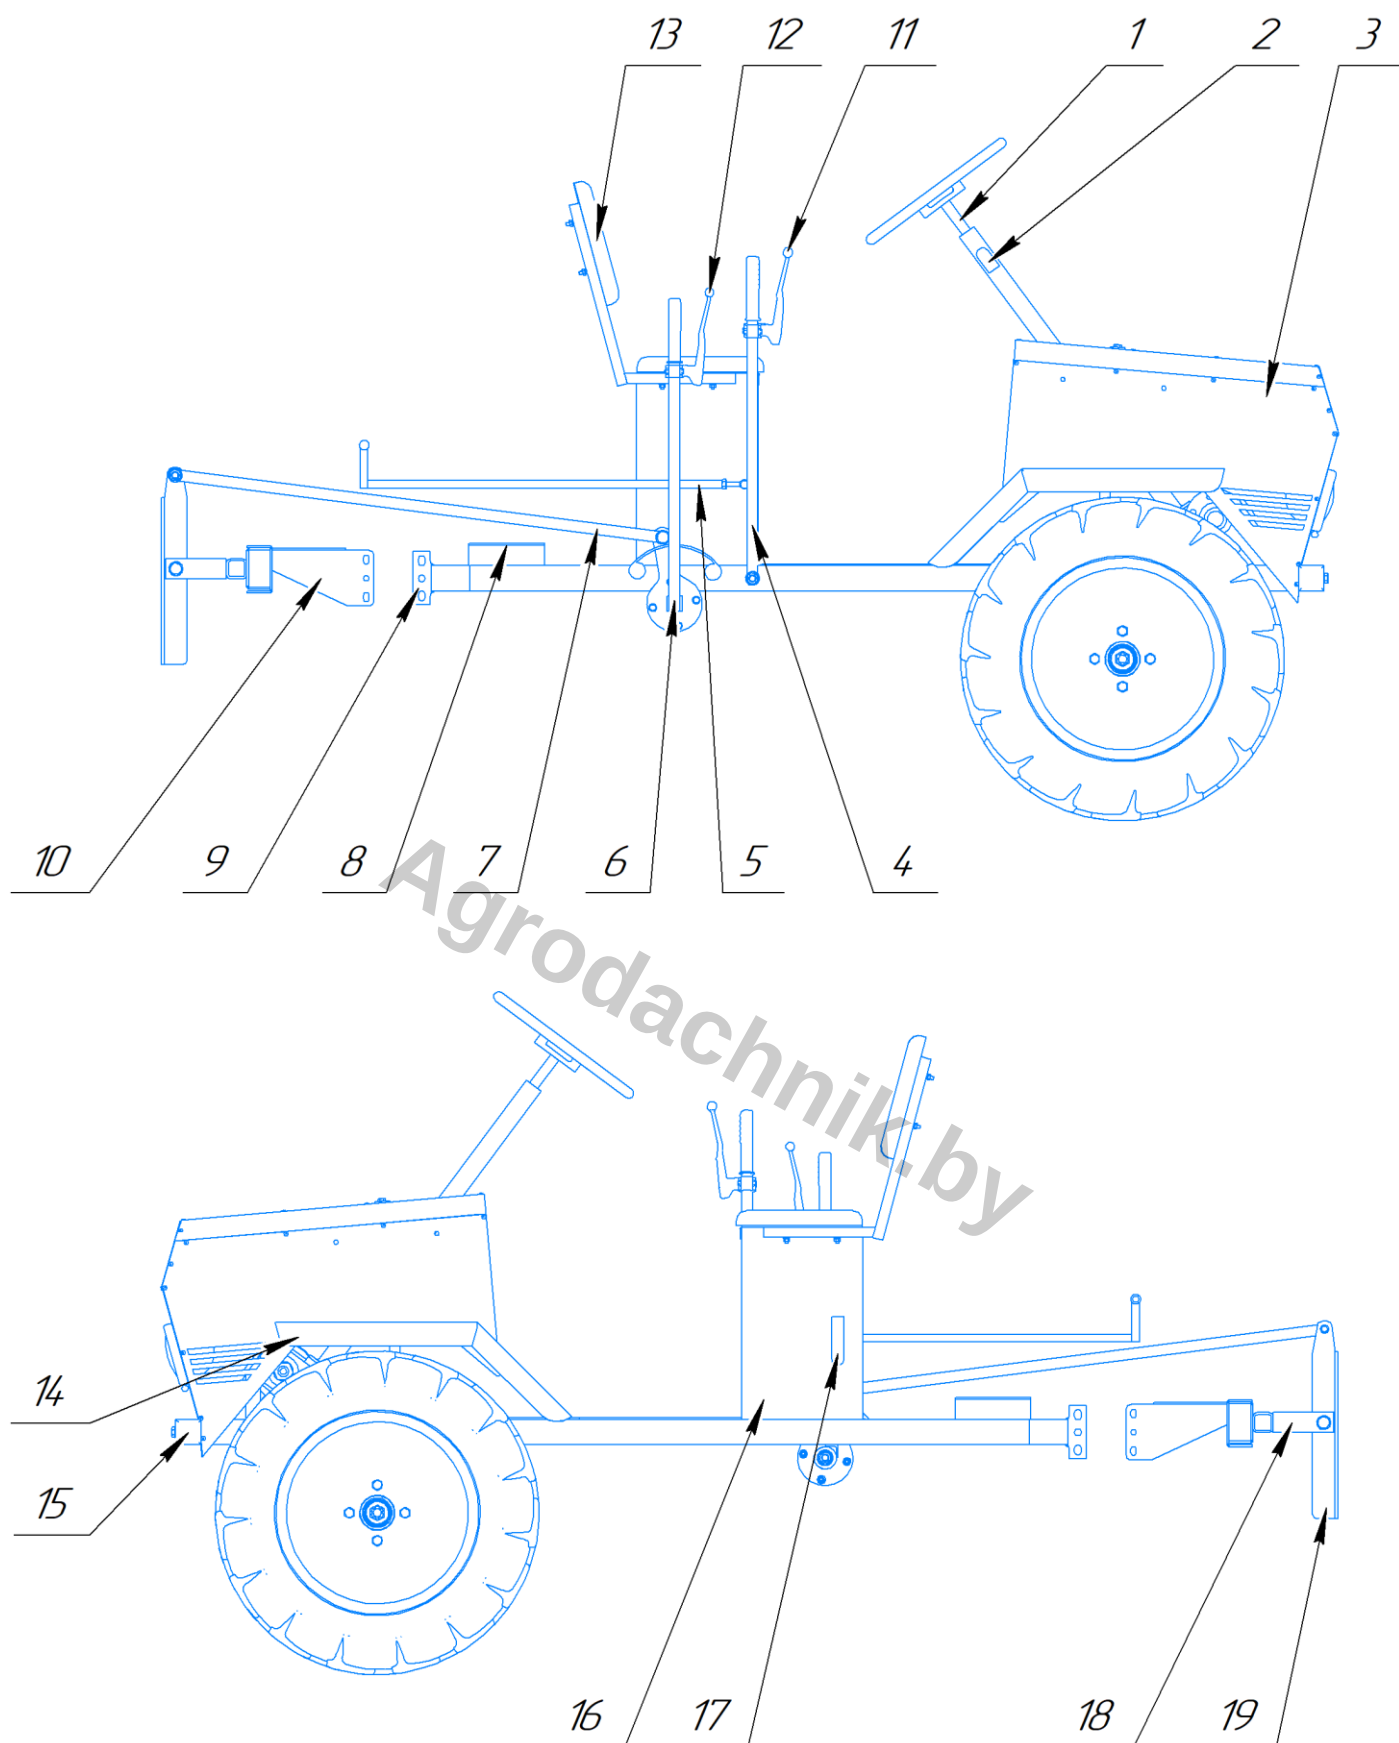
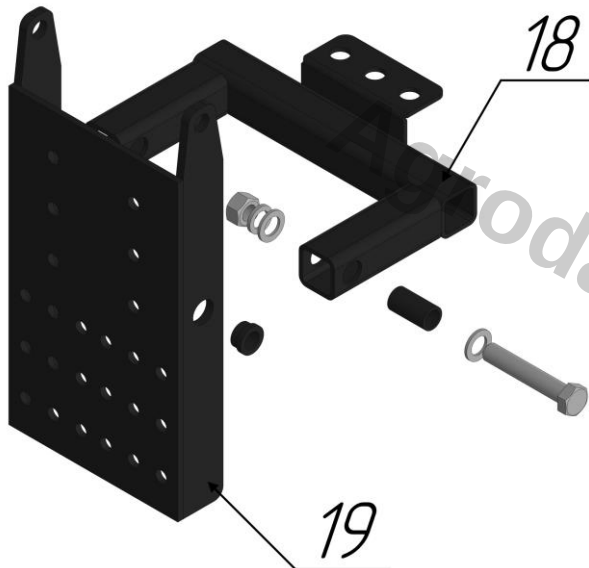
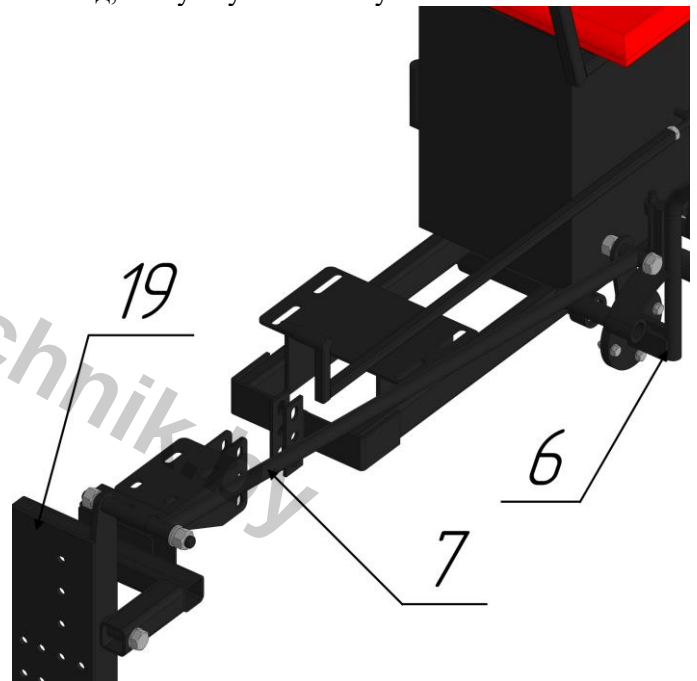

Рис.1 Адаптер мотоблока АМ-7
Рис. 2. Установка плиты
Рис.3 Установка тяги
1. Плита подъемного механизма (поз.19, рис.1,2) устанавливается на кронштейн (поз.18, рис.1,2) с помощью втулок и двух болтов М16х90 (Рис.2).
2. Тяга подъемного механизма (поз.7, рис.1) устанавливается с помощью винтового соединения к рычагу подъемного механизма (поз.6, рис. 1,3) и к плите (поз.19 рис.1,3) через палец (Рис.3).
3. Сиденье (поз.13 рис.1) устанавливается на вещевой ящик (поз.16, рис.1) с помощью 4-х гаек М6.
7. Тумблер зажигания устанавливается на кронштейн на вещевом ящике (поз.17, рис.1), а регулятор акселератора на кронштейн на рулевой колонке (поз.2, рис.1).
8. Тяга коробки передач (поз.5, рис.1) устанавливается на болт, находящийся на рычаге коробки передач (поз.4 рис.1), с помощью шайбы и гайки М10.
10. Регулировка положения навесного оборудования во время работы на адаптере, осуществляется путем нажатия рычага (поз.12, рис.1) и перемещения вперед либо назад, на нужную величину.